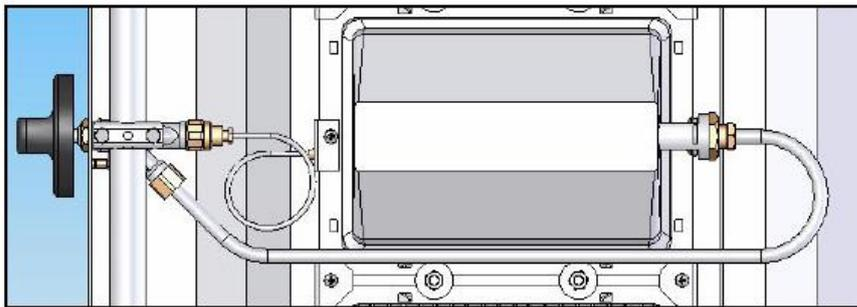

Figure 1
- Similarly, fix Gas Supply Pipe in its place (Figure 1).
- Similarly, Fix On-Off knob in its place (Figure 1).
- Bauen Sie ähnlich den Gasversorgungsschlauch an dessen Stelle ein (Bild 1.)
- Einsetzen des Ein/Ausschaltknopfes in der gleichen Weise (Bild 1).